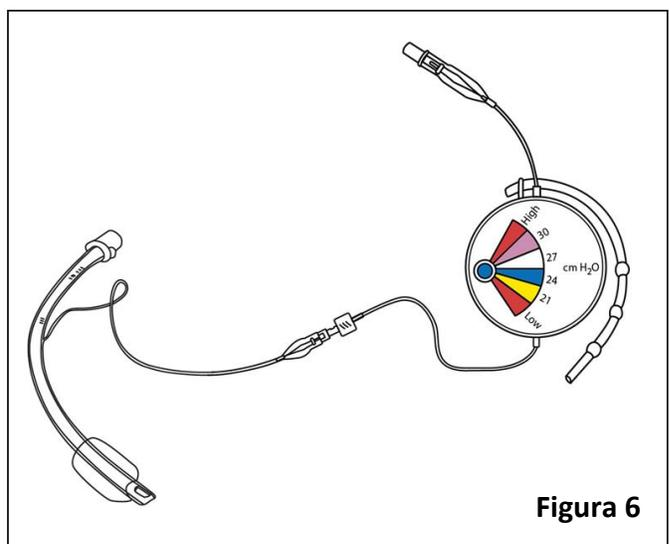

Figura 6
2.3. A partir de aquí, el Cuffix se regula continuamente y controla la presión del manguito dentro del rango preferido de **20-30 cmH₂O** y la presión de puede detectar con la luz indicadora en cualquier momento [Figura 6].